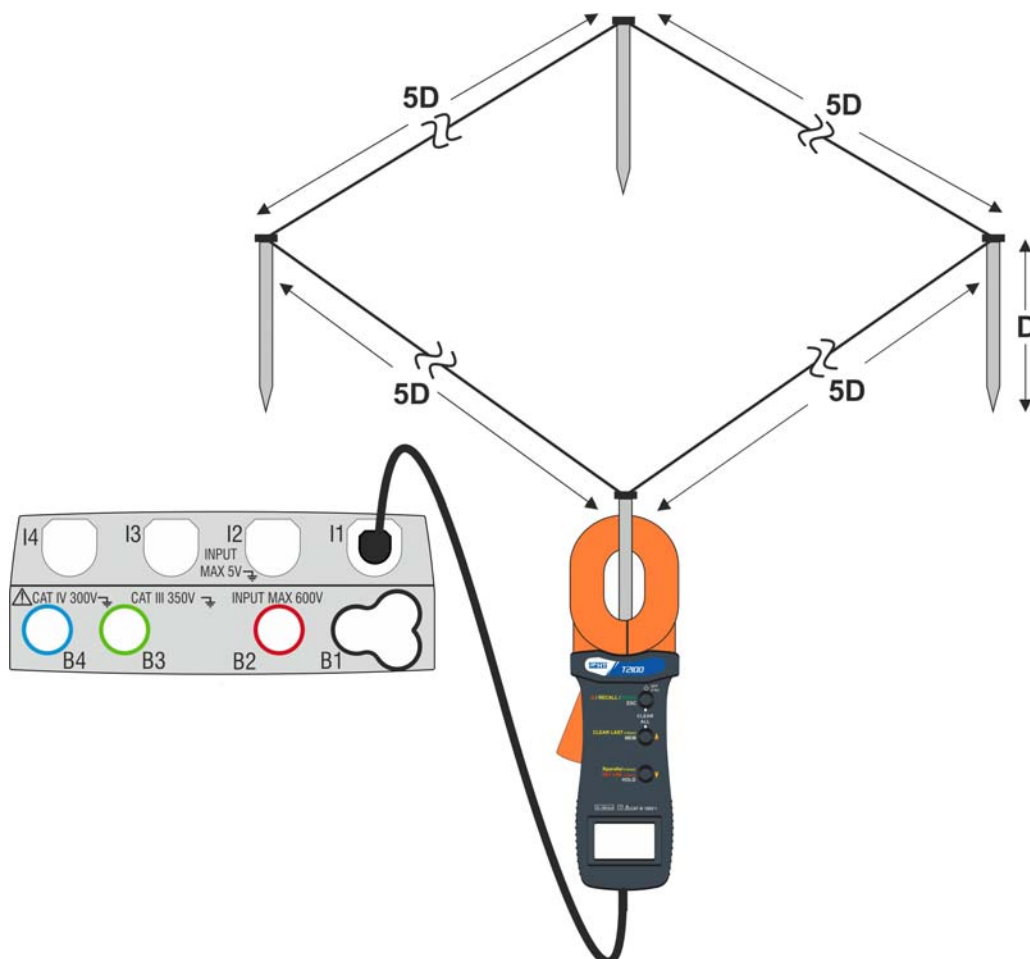

Fig. 31: Medida resistencia dispersores individuales con pinza T2100
La prueba realizada por la pinza T2100 es utilizable para la valoración de resistencias de dispersores individuales en el ámbito de una instalación de tierra sin necesidad de desconexión de los mismos, **en la hipótesis que estos no se influyen entre sí** (vea Fig. 31)
4. Conecte la pinza al primer dispersor de la red de tierra considerada según se muestra en la Fig. 31. Note el valor de la resistencia en el campo **R** y pulse el Icono  para inserir el valor en el cálculo de la resistencia paralelo y incrementar el parámetro **N** en una unidad (**N** = 1)